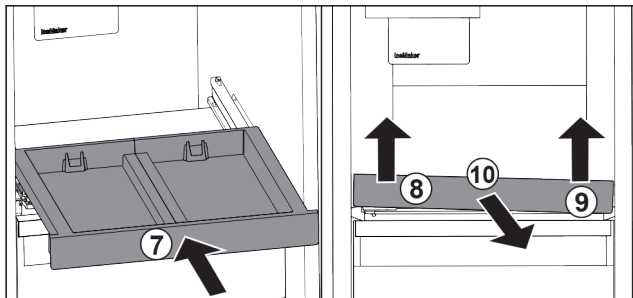

Fig. 101
- ▶ Вставьте выдвижную панель. Fig. 101 (7)
- ▶ Приподнимите выдвижную панель спереди слева. Fig. 101 (8)
- ▶ Приподнимите выдвижную панель спереди справа. Fig. 101 (9)
- ▶ Извлеките выдвижную панель движением вперед. Fig. 101 (10)